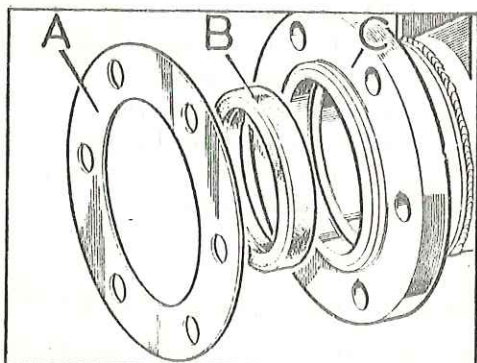

Fig. F-32 Retén de aceite y junta del cárter del eje
1.7. De la misma forma se desmontará el retén, B (Fig. F-32) del cáster del eje.
- 2.3. Extender una capa de compuesto sellador sobre todo el borde exterior del retén, B (Fig. F-32), para el cárter del eje e instalar dicho retén con el borde que lleva pestaña hacia el interior, en el cárter del eje, debiendo quedar enrasado con el borde del alojamiento.